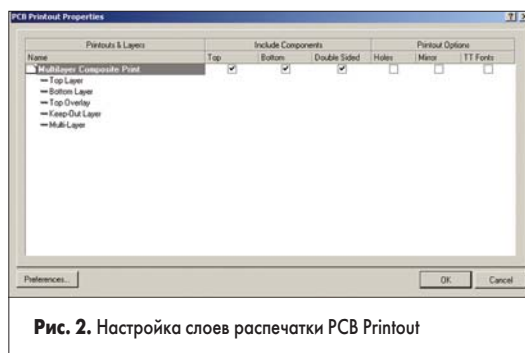

Рис. 2. Настройка слоев распечатки PCB Printout
3. Нажмем кнопку Configure. Откроется диалоговое окно PCB Printout Properties (рис. 2), в котором выполняется настройка листов и слоев распечатки.